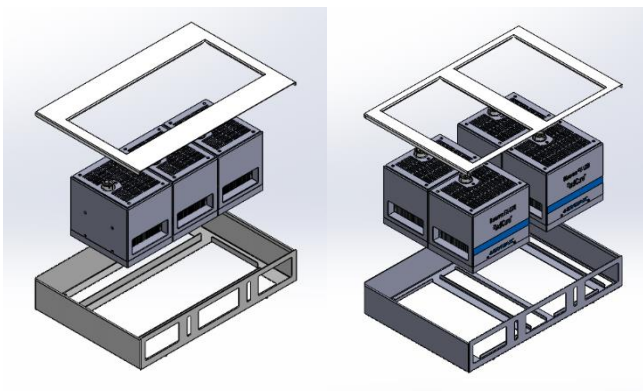

Abbildung 13.
- 4) Vervollständigen Sie die Verkabelung wie erforderlich. (Abbildung 13. - Abbildung 19.)